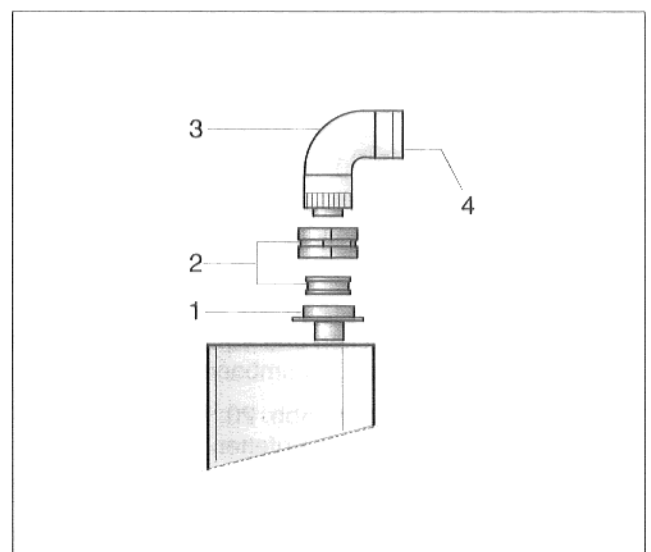

Abb. 17 Montage Kesselanschluß
- Silikonmanschette und Klemmband (Abb. 17, Pos. 2) über den Abgasadapter (Abb. 17, Pos. 1) schieben.
- Konzentrischen Bogen (Abb. 17, Pos. 3) auf Abgasadapter aufstecken und Verbindungsstelle mit Silikonmanschette und Klemmband verschließen.
- Beide Silikondichtungen (Abb. 17, Pos. 4) im konzentrischen Bogen leicht einfetten.